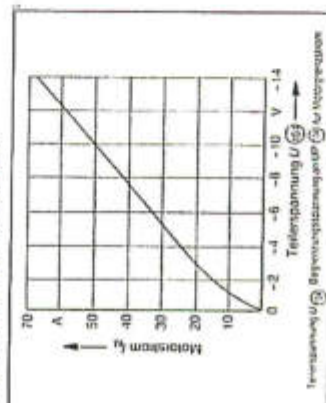

Abb. 9: Spannungsparameter für Motorgrenzen
2. Die Grenzstromstärke kann nach dem Diagramm (Abb. 9) erfolgen, wie durch die Angabe auf dem Programmiermodul nicht überschritten, die dem doppelten an ihm. Mittelwert des Motor-Nennstromes entspricht. Dazu Spannung am Meßpunkt 104 (Achse 1), 204 (Achse 2), 304 (Achse 3) mit Trimmer P 104 (Achse 1), P 204 (Achse 2), P 304 (Achse 3) einstellen.